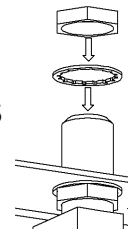

图 6.5: 天线插座安装
1. 把扩展板安装于铁箱内，天线座最好与铁箱碰触，即相当于接地，改善接受效果。如图 6.5